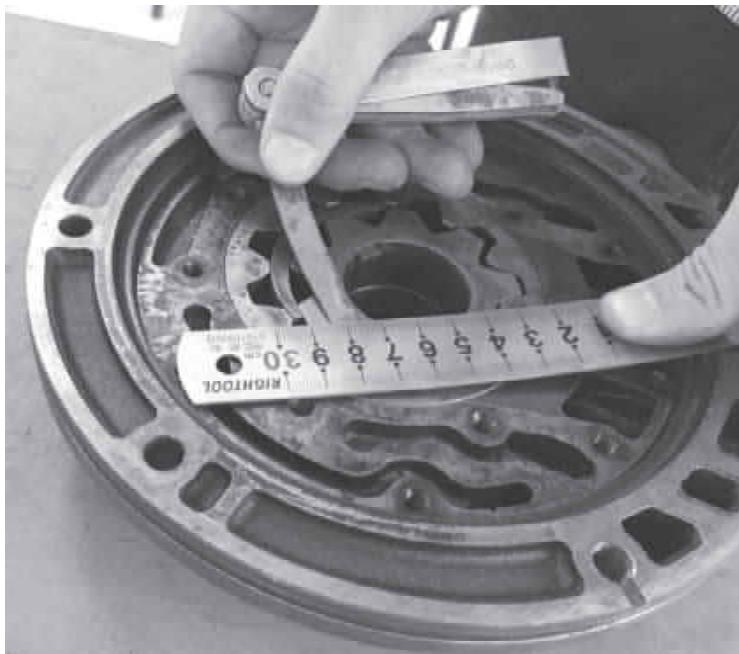

图 3-17 检测侧隙
(3)检测侧隙。用钢直尺和厚薄规测量两个齿轮的侧隙,如图 3-17 所示。标准侧隙为 0.02~0.05 mm,最大侧隙为 0.10 mm。如果侧隙大于最大侧隙,则更换油泵体分总成。